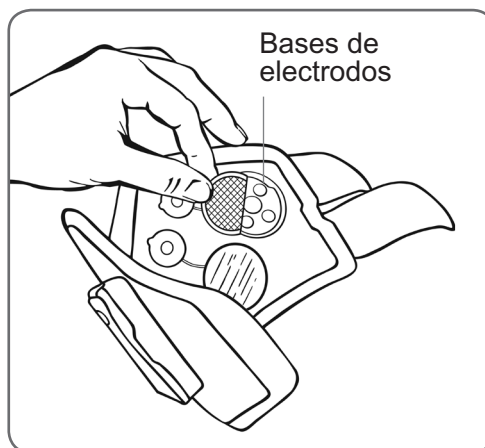

Figura 19: Extracción de los electrodos de hidrogel usados de las bases.
2. Saque con cuidado los electrodos usados de las bases de los electrodos. Tenga cuidado de no desconectar las bases de los electrodos de la banda de EF. Vea la Figura 19.